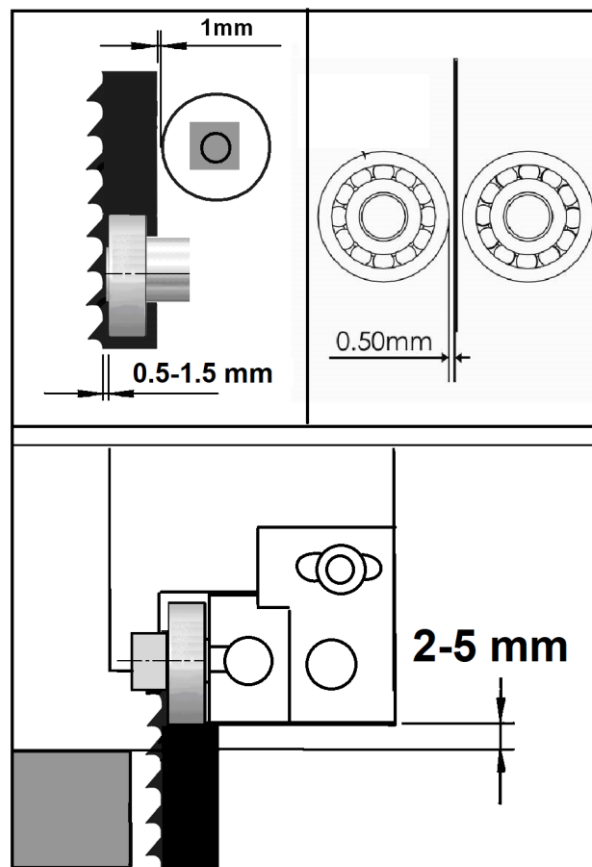

Рис. 22
2. Настройте направляющий узел так, чтобы направляющие подшипники находились слегка над заготовкой (примерно на 5 мм), позволяя полотну отклоняться лишь минимально. См. рис. 22.